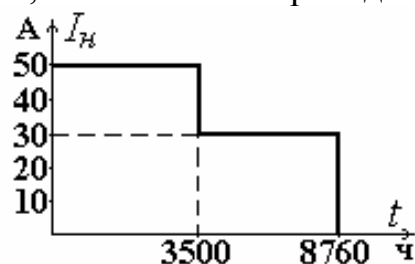

Рис. 64
**Задача 43.** Потребитель электрической энергии питается от подстанции по радиальной воздушной линии напряжением 10 кВ, выполненной проводом АС-95, через два понижающих трансформатора ТМ-630/10. Протяженность линии 9 км. График нагрузки по продолжительности дан на рис. 64, ток приведен к ступени 10 кВ. В режиме минимальных нагрузок один трансформатор отключают. Коэффициент мощности нагрузки  $\cos \varphi_n = 0,9$ . *Определить* отношение потерь энергии к полученной потребителями за год энергии.